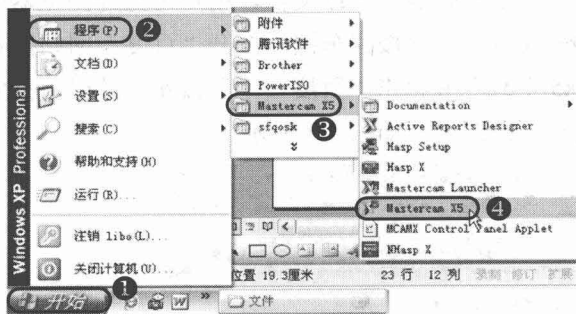

图 1-3 通过菜单方式启动
(1) 选择 “开始|程序|Mastercam X5| Mastercam X5” 命令, 如图 1-3 所示。